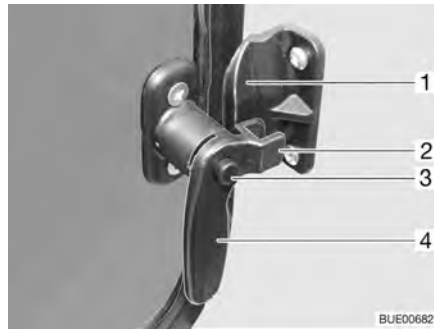

Fig. 29 Finestra nella porta di ingresso, leva di serraggio chiusa
- Premere il bottone di sicurezza (Fig. 29,3) e mantenerlo premuto.
- Ruotare la leva di serraggio (Fig. 29,4) verso il centro della finestra.
- Ruotare la leva di serraggio (Fig. 29,4) verso il telaio della finestra. La forcella (Fig. 29,2) della leva di serraggio si trova completamente sul lato interno della chiusura della finestra (Fig. 29,1).